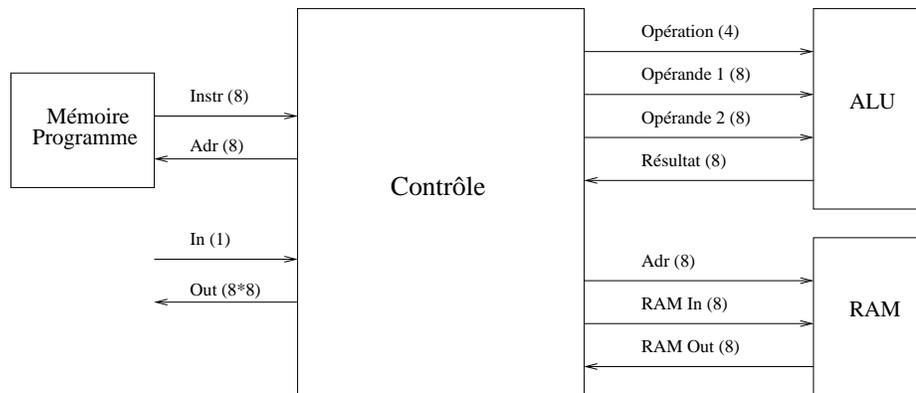

FIG. 1 – Organisation générale
1.1 Organisation générale (Fig. 1)